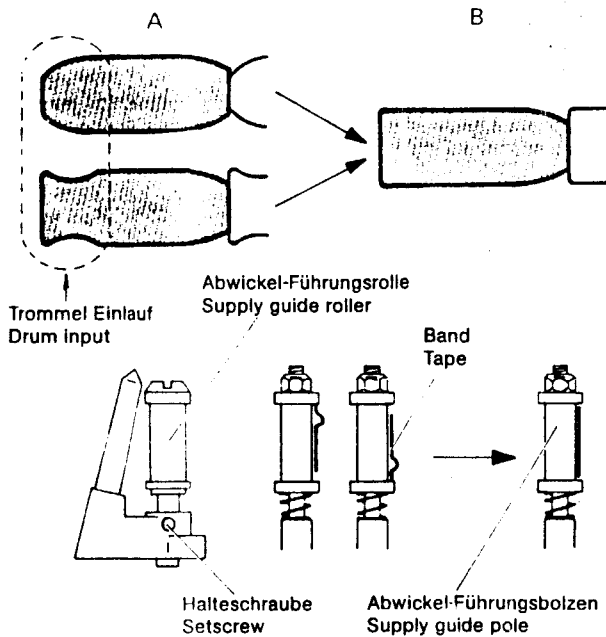

Fig. 4.26 Kopftrummel-Einlauf-Einstellung
2. Die Abwickel-Führungsrolle so einstellen, daß der linke Teil des Signals Abbildung B (Fig. 4.26) entspricht.
2. Adjust the supply guide roller so that the signal waveform is in accordance with diagram B (Fig. 4.26).